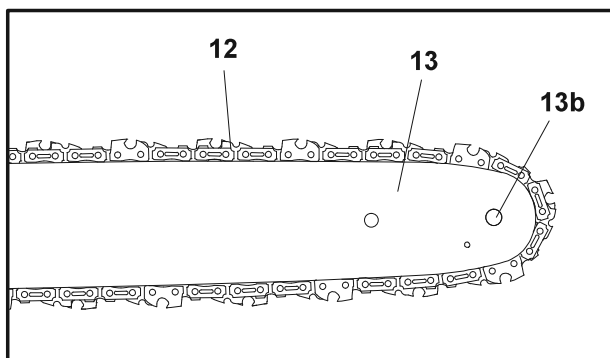

Fig. 4
7. La dirección de la cadena es en el sentido indicado por la flecha. Asegúrese de que la cadena (12) está colocada correctamente sobre la rueda dentada (13b) de la espada (13) (Fig. 4).